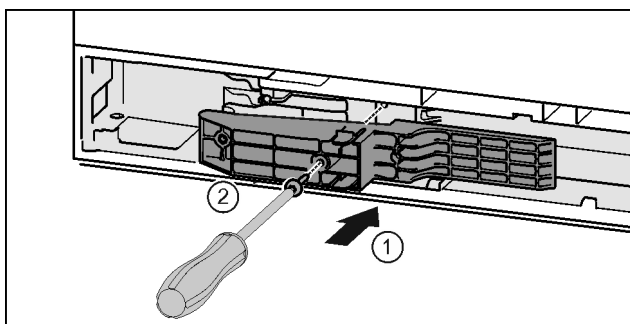

Fig. 45 *
- ▶ Τοποθετήστε τον αντάπτορα στην πλευρά της λαβής στην εγκοπή. Fig. 45 (1)*
- ▶ Σφίξτε τις βίδες με κατσαβίδι T15. Fig. 45 (2)*